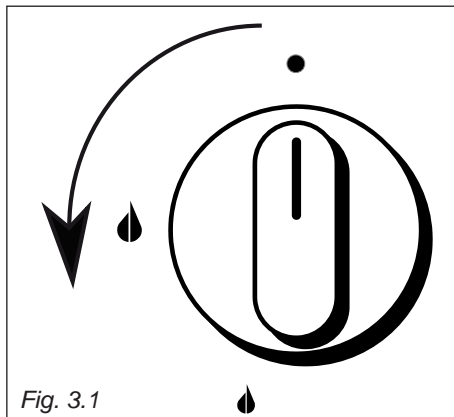

Fig. 3.1
- Svitare le viti di fissaggio della protezione "A" dietro la cucina (fig. 3.1).
- Infilare nel fissacavo "C" il cavo di alimentazione (fig.3.1) di sezione adeguata come descritto nel capitolo "Sezione del cavo di alimentazione".
L'afflusso del gas ai bruciatori é regolato da un rubinetto comandato da una manopola (fig. 3.1).
1. Premere a fondo la manopola del rubinetto gas relativo al bruciatore da accendere e, tenendola sempre premuta, ruotarla in senso antiorario di 90° (fig. 3.1).